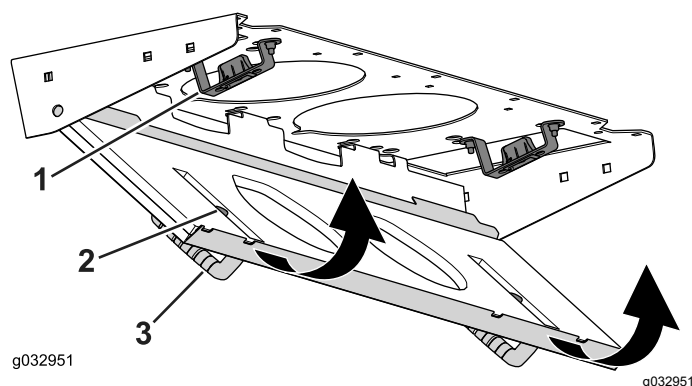

Figura 132
4. Ruotate lo schermo del filtro attorno alle alette fino a quando il fermo non si blocca nel gruppo del supporto del fermo (Figura 132).